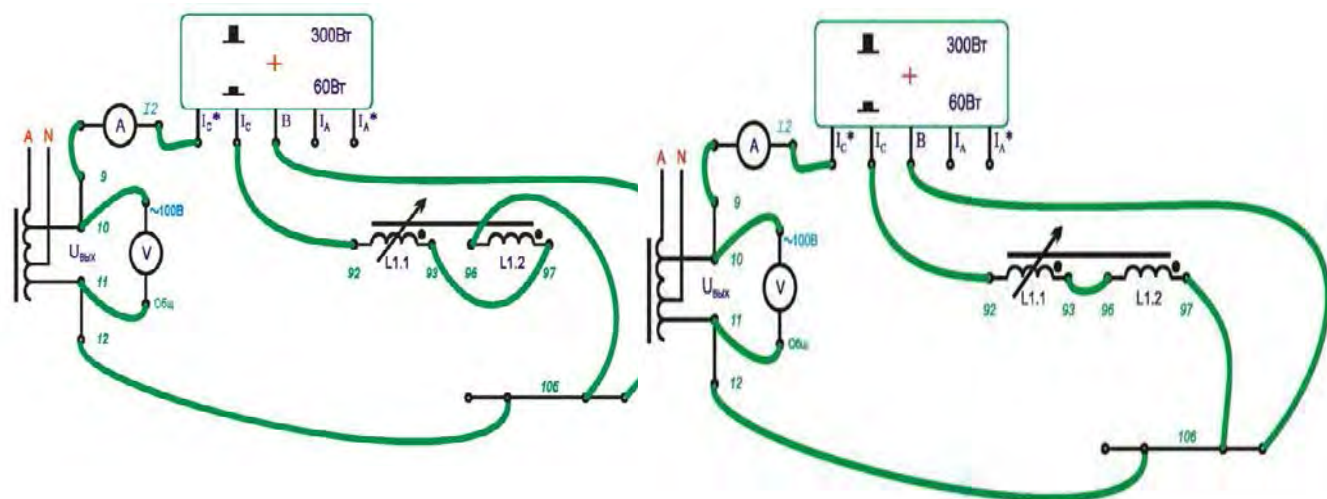

Рисунок 5.1
2. Собрать и изучить схему электрической цепи (рис. 5.1) с встречным включением индуктивностей. Проверить начальное положение органов управления: все тумблеры отключены, переключатели ЛАТРа установлены в положение, соответствующее $U_{\text{вых}} = 0\text{В}$, а тумблер переключения диапазона регулирования напряжения ЛАТРа - в «нижнее» положение «0 - 100В».